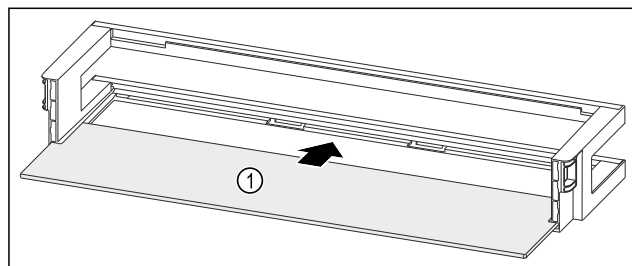

Fig. 121 Dörrfack med hylla
- Skjut in dörrfacket Fig. 121 (1) i ursparingarna på sidan.